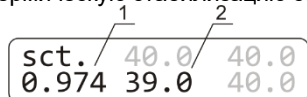

Рисунок 5. Изменение коэффициента: 1. Коэффициент калибровки; 2. Температура с текущим коэффициентом
6.4.6. С помощью кнопок **▲** и **▼ T (°C)** измените коэффициент калибровки (рис. 5/1) так, чтобы новое значение температуры (рис. 5/2) соответствовало показанию независимого сенсора. В нашем примере, коэффициент равен 0.974.